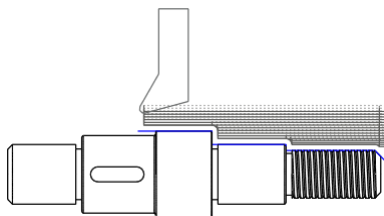
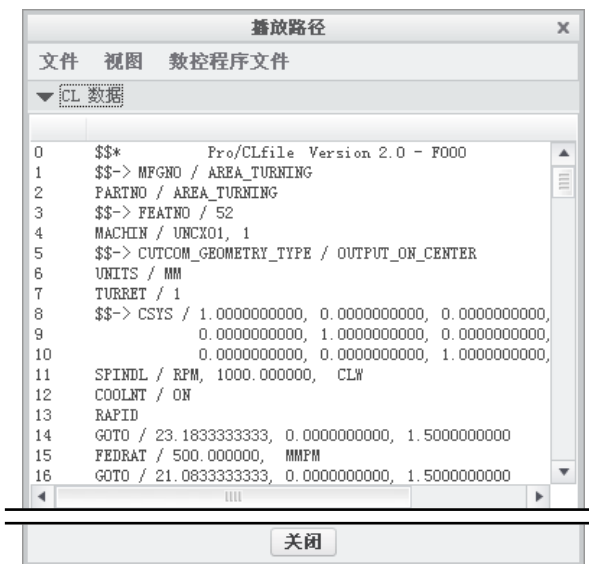

图 5.1.18 刀具行走路径
图 5.1.19 CL 数据
Step2. 单击“播放路径”对话框中的 按钮，观测刀具的行走路线，结果如图 5.1.18 所示；单击 栏打开窗口查看生成的 CL 数据，如图 5.1.19 所示。